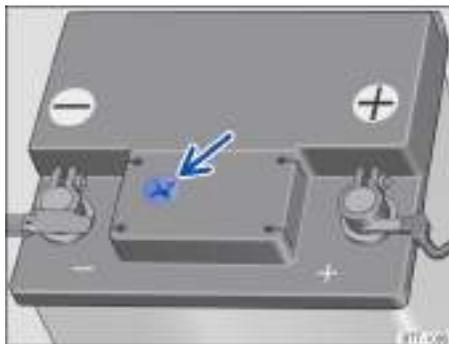

Fig. 180 Representación esquemática: mirilla en la parte superior de la batería.
La batería de 12 voltios no necesita mantenimiento. Si en la parte superior de la batería hay una mirilla → fig. 180, se puede comprobar el nivel del electrolito de la batería.
- Procure disponer de buena iluminación para poder distinguir bien el indicador de color en la mirilla redonda de la parte superior de la batería de 12 voltios → fig. 180 (flecha). No utilice nunca una llama desprotegida u objetos incandescentes para alumbrarse.